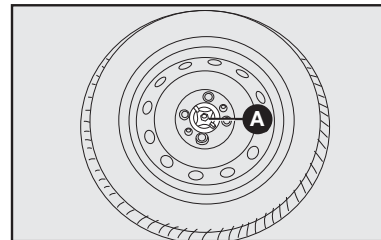

fig. 11
15) colocar a roda substituída no compartimento da roda sobressalente fixando-a com o dispositivo de bloqueio **A-fig. 11**.